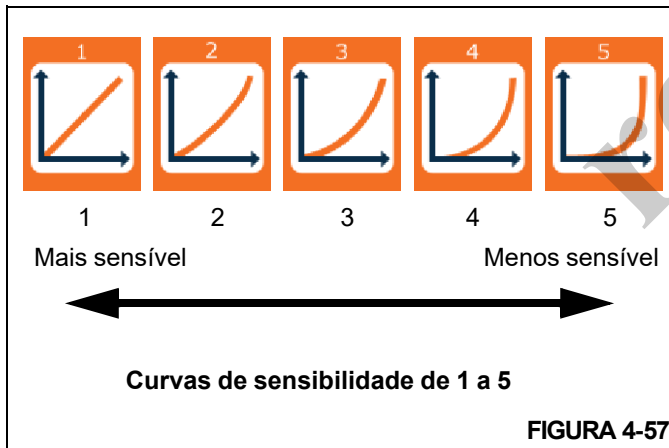

FIGURA 4-57
3. Usando o Botão rotativo ou os Botões de seta para cima/para baixo, selecione as cinco curvas de sensibilidade possíveis (Figura 4-57).